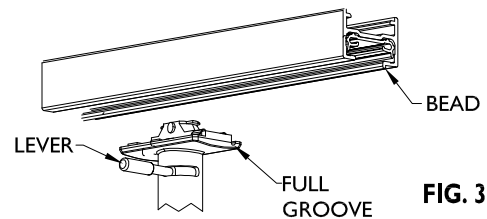

FIG. 3
2. Position LEVER as shown in FIG. 3.
3. Insert ADAPTER into TRACK as shown in FIG. 3.
2. Positionner le LEVIER comme à la FIG. 3.
3. Insérer l'ADAPTATEUR dans le RAIL comme à la FIG. 3.